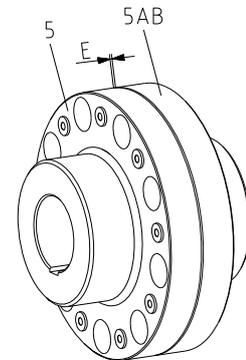

Bild 17
- Verschieben Sie die Aggregate in axiale Richtung, bis das E-Maß erreicht ist (siehe Bild 17). Dabei ist zu beachten, dass sich die Motorwelle in der magnetischen Mitte befindet.